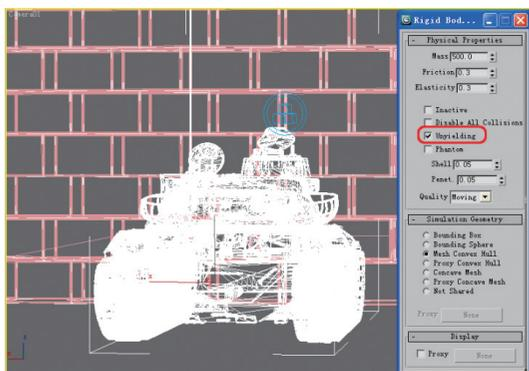

图9-24 修改参数设置
**05** 确认坦克处于选中状态，打开动力学属性卷展栏，启用Unyielding复选框，如图9-24所示。